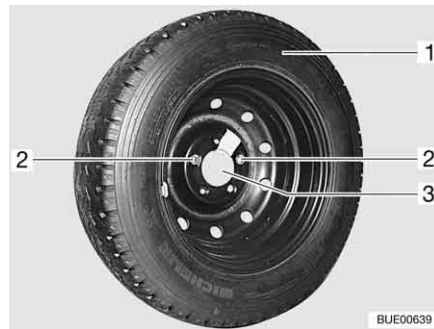

Bild 309 Reservhjulshållare i det bakre lastutrymmet
- Skruva ut och ta bort de båda fästskruvorna (Bild 309,2) med fordonsverktyget.
- Ta av reservhjulet (Bild 309,1) från hållaren (Bild 309,3).